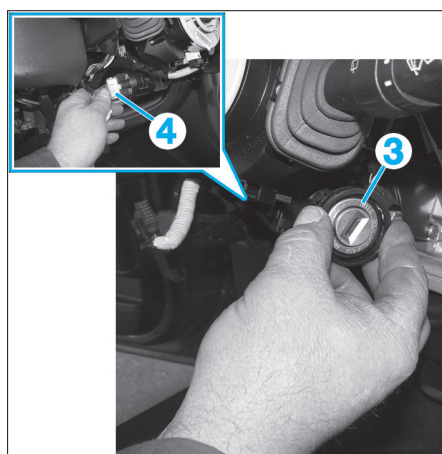

Fig. 7
- transpondeur (3) puis débrancher son connecteur (4) (Fig.7),